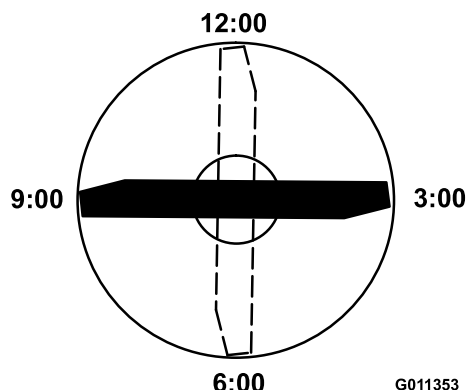

Figura 121
4. Orientate il tagliente dell'estremità marcata della lama sulle ore 12 (esattamente in avanti, nel senso di falciatura) (Figura 121) e misurate l'altezza tra il banco e il tagliente della lama.
5. Ruotate l'estremità marcata della lama sulle ore 3 e sulle ore 9 (Figura 121) e misurate le rispettive altezze.